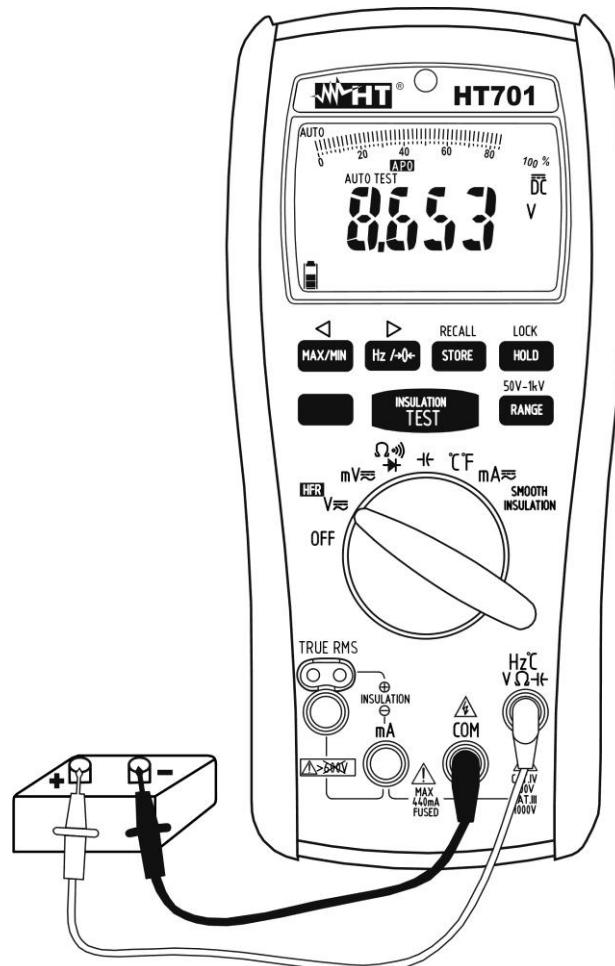

Fig. 2: Uso dello strumento per misura di Tensione DC
4. Inserire il cavo rosso nel terminale di ingresso **Hz°CVΩHz** e il cavo nero nel terminale di ingresso **COM** (vedere Fig. 2).
7. La visualizzazione del simbolo "**-**" sul display dello strumento indica che la tensione ha verso opposto rispetto alla connessione di Fig. 2.